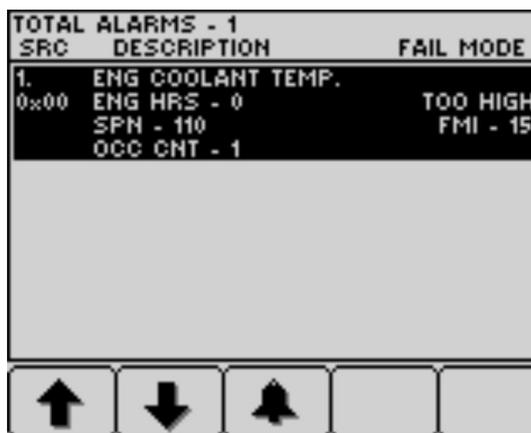

Figura 44
- Pulse los botones del 1 al 5 para ver la lista de fallos activos (Figura 44).
4. Pulse los botones del 1 al 5 para ver la lista de fallos activos; consulte la Figura 44 en Notificaciones del motor (página 42).